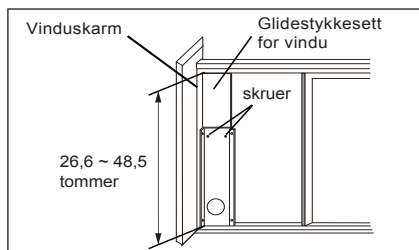

Fig. 19
2. Åpne vindusrammen og plasser glidestykket for vindu på vinduskarmen. Se Fig. 19. Fest glidestykket til vinduskarmen. Juster lengden på glidestykket i forhold til vinduets høyde. Skru inn de to skruene på glidestykket. Se Fig. 19. Skjær av det justerbare glidestykket dersom vinduet er lavere enn 67,6 cm (Fig. 14).